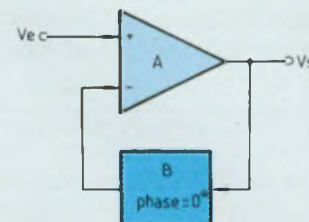
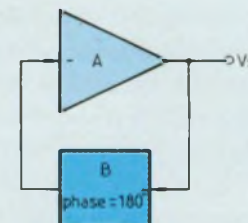

Fig. 8a : Ampli contre-réactionné.
Fig. 8b : Principe de base d'un oscillateur.
Lorsqu'on réalise un amplificateur classique (figure 8a), on associe une cellule d'amplification à fort gain (A) avec une contre-réaction négative (B). De cette façon, on récupère une fraction de V_s afin de la soustraire à V_e . Le rôle de (B) est donc de fixer le gain de l'amplificateur par cette opération, tout en stabilisant la chaîne directe. Dans le cas d'un oscillateur, la structure de base est sensiblement identique, comme l'indique le schéma fonctionnel de la figure 8b. On partira donc d'un amplificateur contre-réactionné en lui apportant les deux principales modifications suivantes :